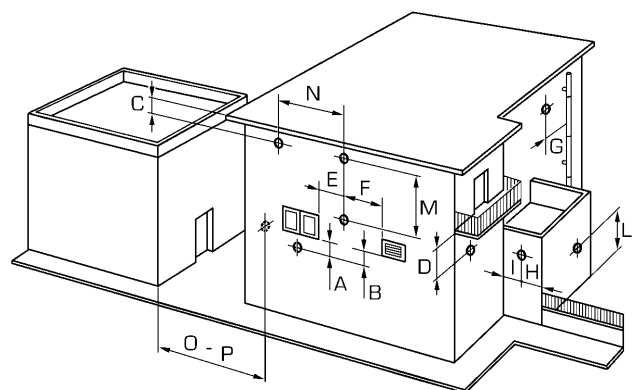

Fig. 10
2.8 POSIZIONAMENTO TERMINALI DI SCARICO (fig. 10)
A titolo indicativo e non vincolante, riportiamo nella **Tabella 3** le distanze minime da rispettare facendo riferimento alla tipologia di un edificio indicato in fig. 10.